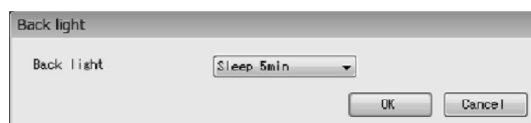

図88
- ⑦ 「OK」ボタンをクリックした後、項目入力のウィンドウに戻りますので「Cancel」ボタンをクリックして、項目入力のウィンドウを閉じて下さい。
- 設定を止める場合は②～⑤の間で「Cancel」ボタンをクリックして下さい。
- ① メニューの「Setup(S)」をクリックし、「LCD」のドロップダウンリストの中から、「Back light」を選び再度クリックします。
- ② 次のウィンドウ(図88)が表示されます。ここではバックライトのON/OFF及び点灯時間を設定します。